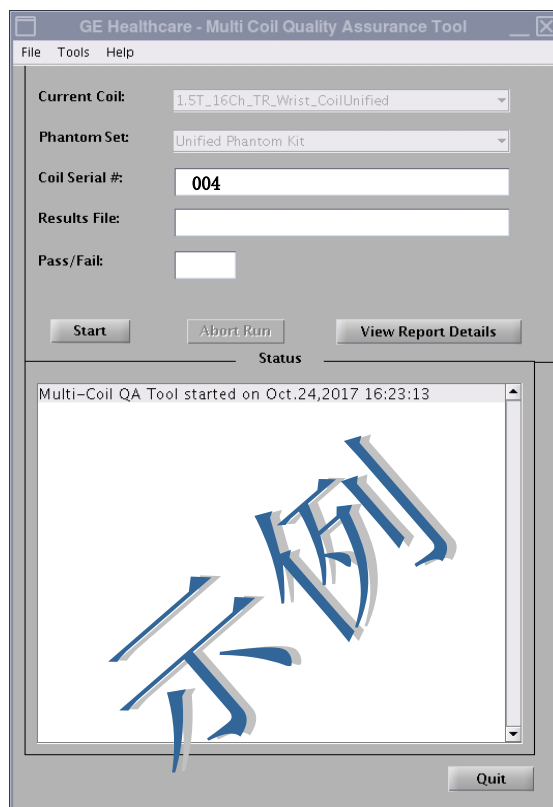

图 3
当前线圈字段将会自动填写（图 3），基于连接 LPCA 的线圈的线圈 ID。在 [Coil Serial #]（线圈序列号）字段中输入正在测试的线圈的序列号。
2. 单击 **[Start]**（开始）以开始自动测试，如图 3 所示。根据测试位置的数量（线圈的复杂性），该测试可能需要 3 到 5 分钟。